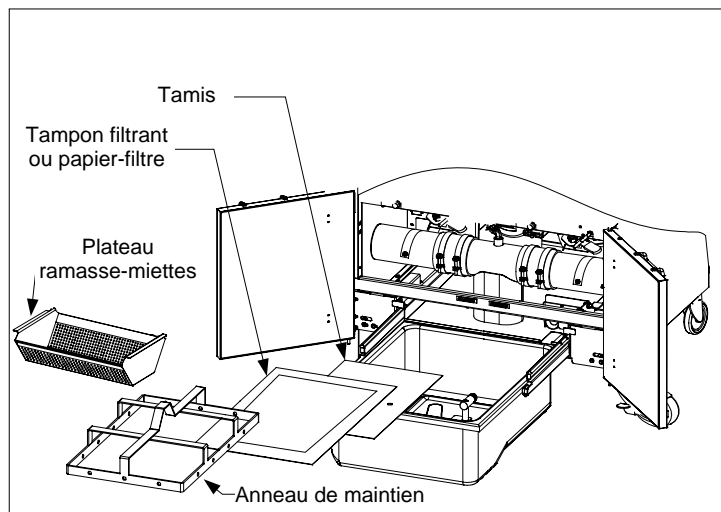

Figure 1
- Retirez le bac du filtre de l'armoire et retirez le plateau ramasse-miettes, l'anneau de maintien, le tampon filtrant (ou papier-filtre) et le tamis métallique. (Voir la figure 1.) Nettoyez tous les composants avec une solution de concentré tout usage McDonald's et d'eau chaude, puis essuyez bien.
4. Réinstallez le plateau ramasse-miettes au fond du bac. (Voir la figure 1.)